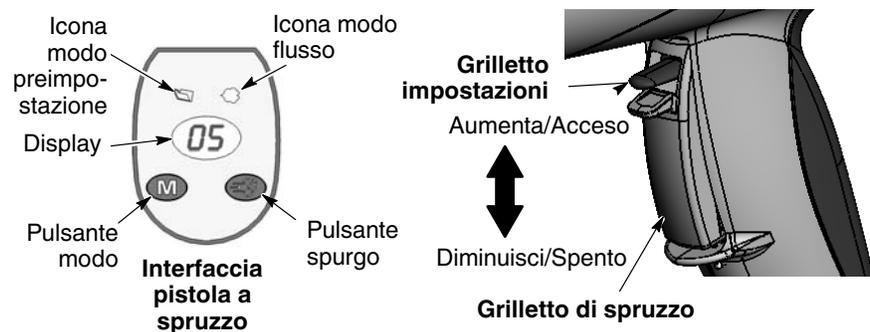

Figura 4-3 Comandi della pistola
1. Vedi figura 4-3. Lasciar andare il grilletto di spruzzo. Le preimpostazioni non si possono cambiare mentre la pistola è azionata.
1. Vedi figura 4-3. Premere e tenere premuto il pulsante **Modo** finché l'icona **Modo flusso** si accende.
1. Vedi figura 4-3. Puntare la pistola nella cabina e far scattare il grilletto di spruzzo.